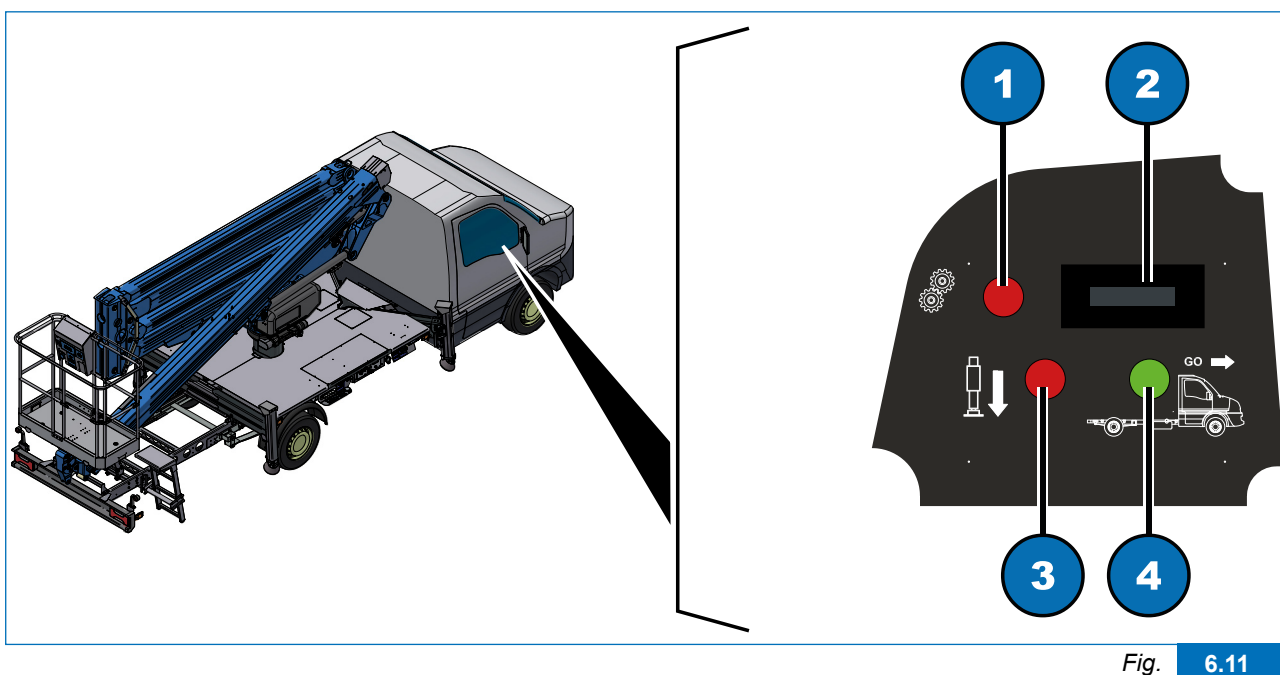

Fig. 6.11
- 1) verificare che la spia rossa (Fig. 6.11, 3) del quadro in cabina sia spenta, segnalando l'avvenuto rientro degli stabilizzatori e che la spia verde (Fig. 6.11, 4) sia accesa segnalando macchina pronta per la marcia;
- 6) si spegne la spia rossa "presa di forza" (Fig. 6.11, 1) e si disattiva l'avvisatore acustico;